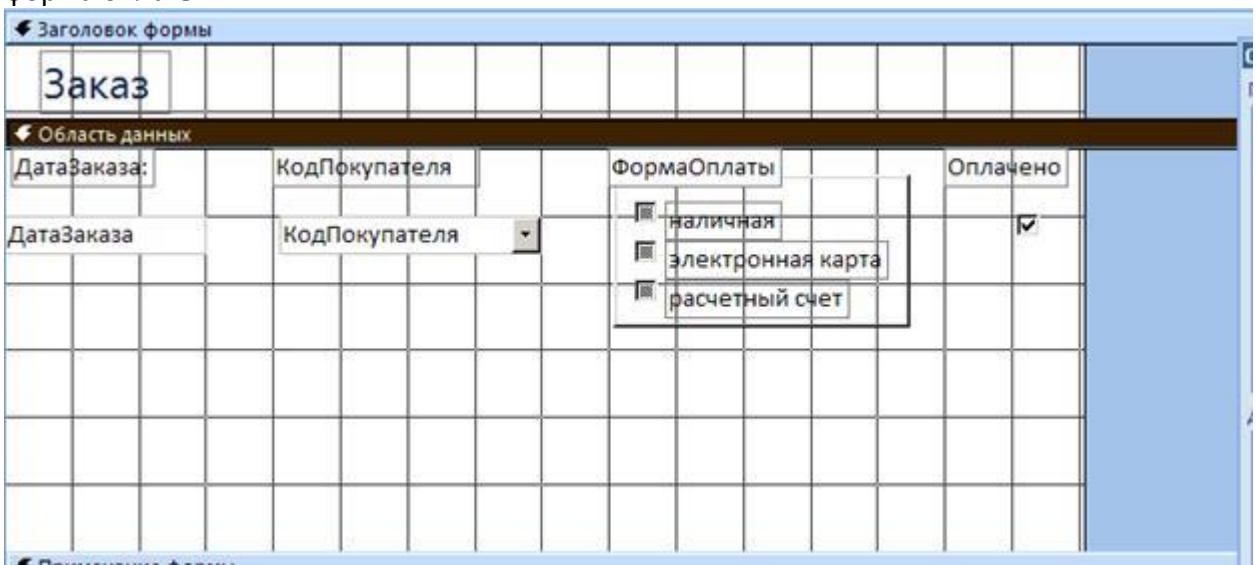

Рис.13. Форма ЗАКАЗ в режиме КОНСТРУКТОРА
6. В режиме КОНСТРУКТОРА создайте форму для таблицы ЗАКАЗ (рис.13).